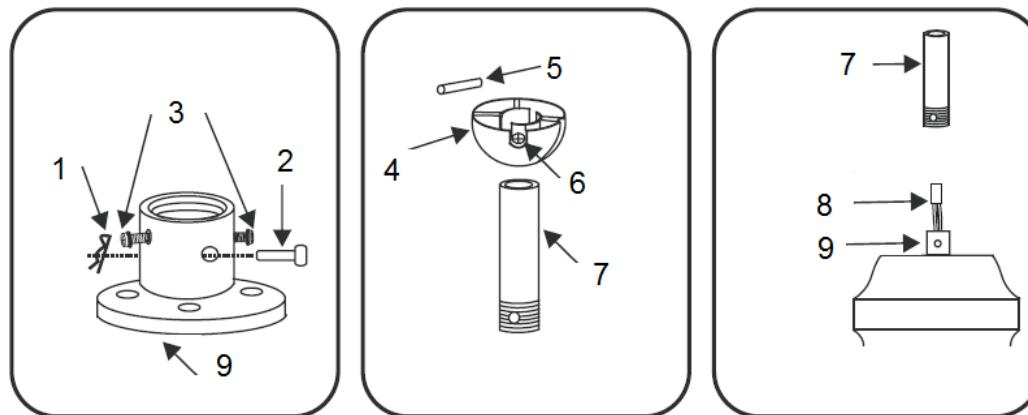

Abb. 4
- Entfernen Sie den Sicherungsbolzen (2) und die Sicherungsstift (1) aus der Verbindung (9) des Motorgehäuseaufbaus. (Abb.4)
- Lösen Sie die Klemmschrauben (3) aus der Verbindung (9).
- Entfernen Sie das Kugelgelenk (4) und den Durchsteckstift (5) aus der Hängestangenhalterung (7) indem Sie die Klemmschraube (6) lösen. Führen Sie die Ventilatorkabel (8) vorsichtig durch die Hängestange (7), und führen Sie die Stangen anschließend in die Verbindungs muf fe ein.